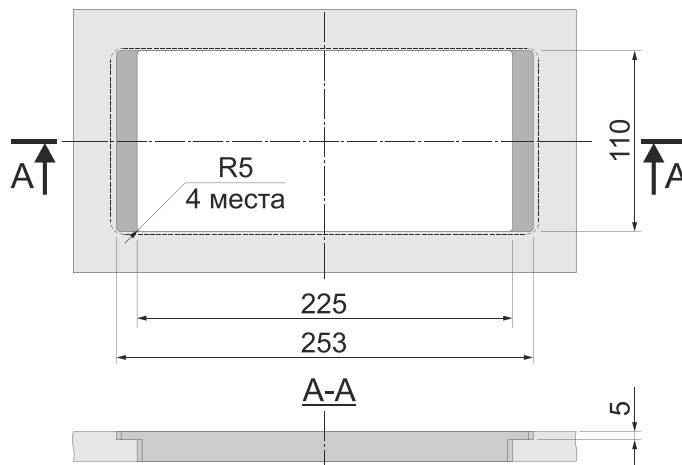

Рис.2
- В рабочей поверхности подготовьте отверстие для установки блока розеток. Размеры отверстия для установки блока розеток указаны на Рис.2.